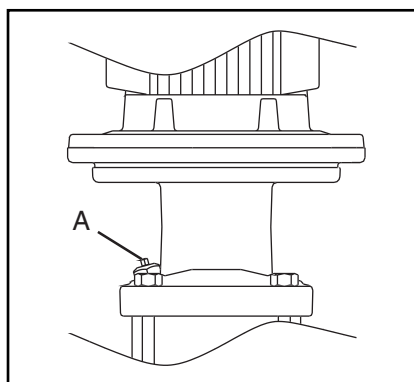

Fig. 10
3. Dévisser le bouchon de vidange (A, Fig. 10) de 1-2 tours, jusqu'à ce que l'eau et l'air puissent sortir.